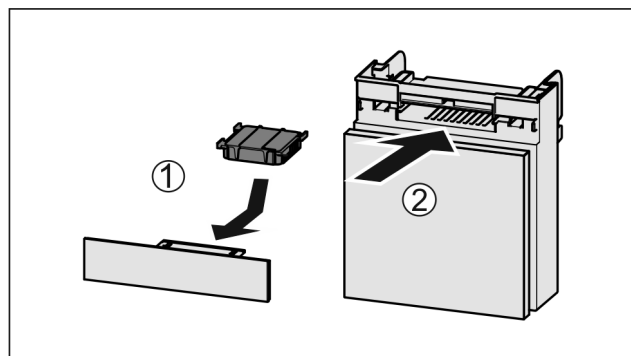

Fig. 133
- ▶ Helyezze be Fig. 133 (1) az aktív szén-szűrőt az ábrán látható módon.
- ▶ Tolja be Fig. 133 (2) a rekeszt.